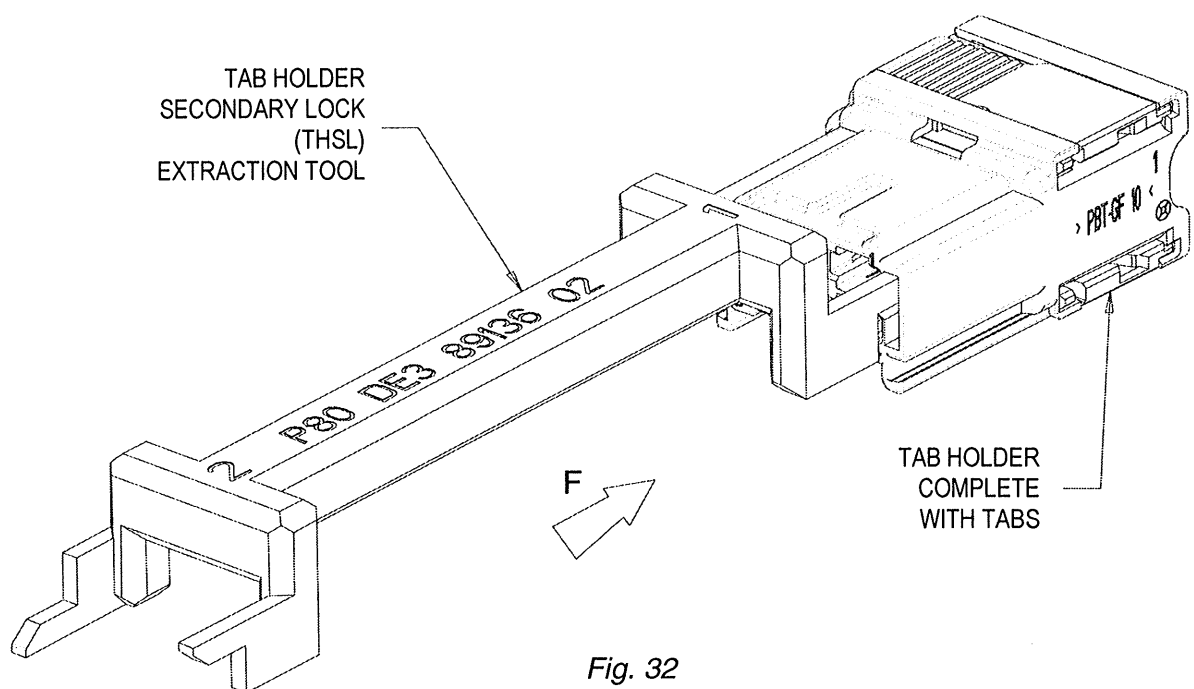

Fig. 32
1. INSERT SIDE 1 OF EXTRACTION TOOL INTO TAB HOLDER ALONG F, ON SIDE OPPOSITE THSL (FIG. 32)